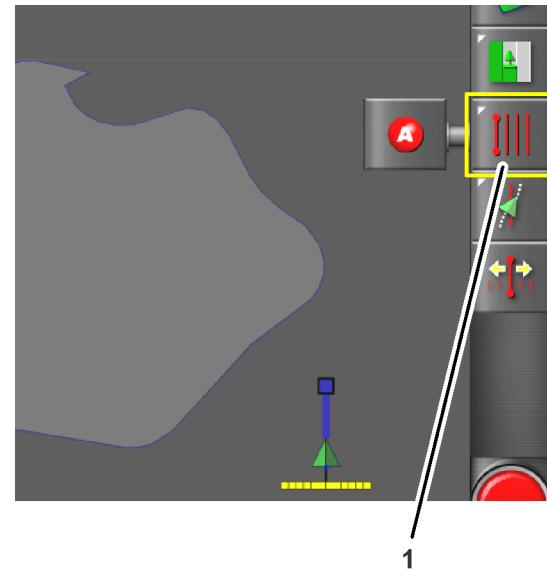

Figura 11
4. Pulse el icono del menú de líneas de guía (Figura 11).